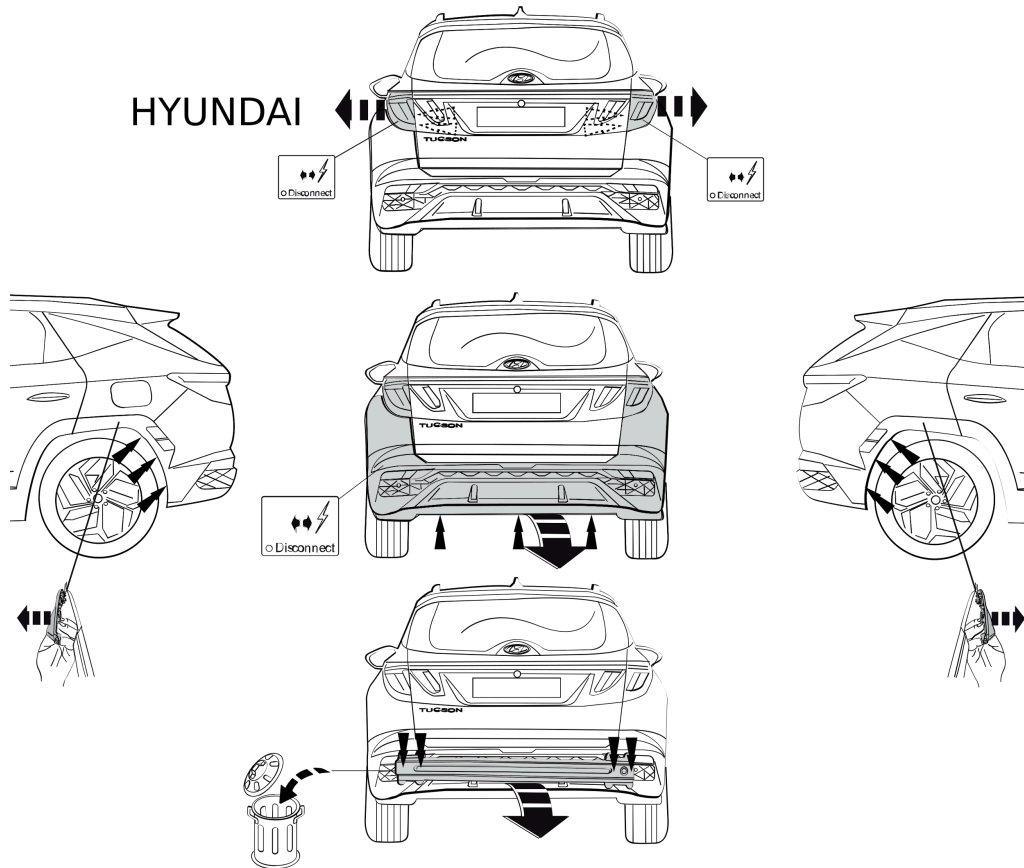

Fig. 1
1. Снять оба блока задних фар. Снять бампер вместе со буферным брусом автомобиля. Буферный брус больше не понадобится. Демонтируйте антенну. См. рисунок 1 & 2.